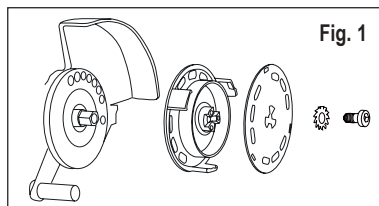
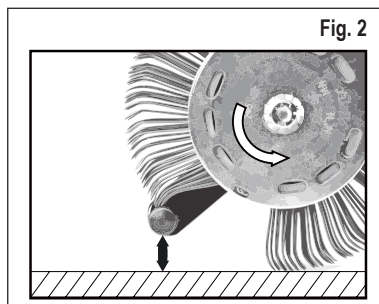

Fig. 1
Fig. 2
3. Interrompa a alimentação de ar comprimido e fixe a cinta Die Blaster® 11 mm correctamente com o sistema de alojamento correspondente **AS-012** (observe o sentido de operação) no disco de leque previsto para o efeito e no parafuso na ferramenta. Vide a Fig. 1 e a Fig. 2.
- Está a utilizar uma cinta no sentido de operação errado? – Ajuste a cinta de escova, de maneira a operar no sentido correcto (vide o capítulo 6, Colocação em funcionamento, Fig. 2).